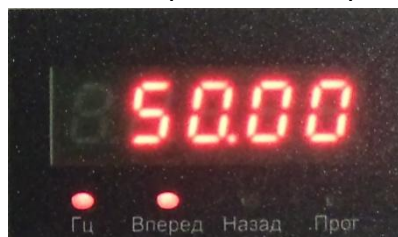

Рис.4.24
4.13.2. Подать напряжение питания на преобразователь частоты. На дисплее должна появиться индикация (рисунок 4.24) :